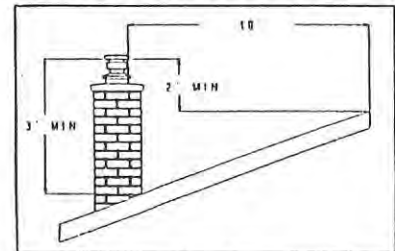

Figure 2
- 1.4 La cheminée doit être au moins 3 pi plus élevée que son point de pénétration dans le toit et être au moins 2 pi plus élevée que le toit ou la structure et ce, dans un rayon de 10 pi (voir figure 2).